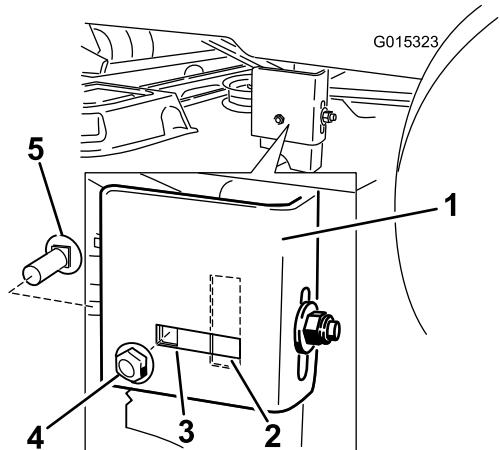

Figura 49
- Compruebe si el perno de cuello cuadrado lateral está en la posición fija o ranurada (Figura 49).
- Nota:** Si el perno de cuello cuadrado lateral está en la posición fija, retire el perno de cuello cuadrado lateral y la tuerca de bloqueo lateral de la posición fija, e instálelos en la posición de ajuste ranurada (Figura 49).